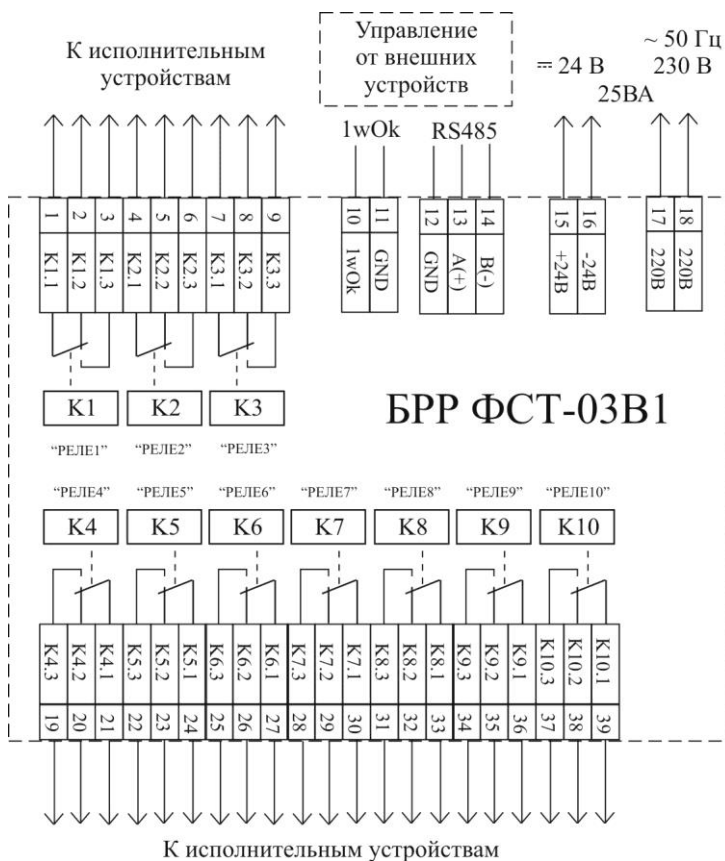

Рисунок 5.3
5.4 За клеммами подключения интерфейсов находятся штыри PLS-2, для установки джамперов типа MJ-6 с шагом 2,54мм. При установке джампера, обеспечивается подключение нагрузочного резистора к соответствующей линии A(+), B(-) или 1wOk (см. рисунок 5.3). Джамперы, как правило, устанавливаются на устройствах, подключенных к концам линий связи. Для линии 1wOk должен быть установлен джампер хотя бы на одном из устройств, соединенных по данному интерфейсу.